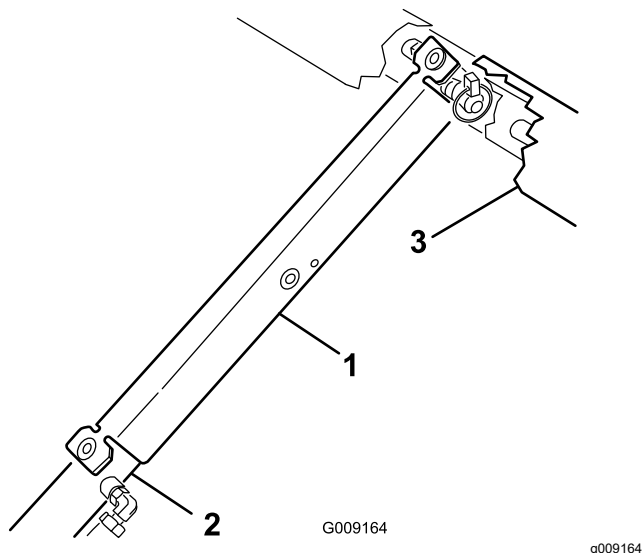

Figura 2
3. Introduza o suporte da plataforma na haste do cilindro, assegurando que as linguetas encostam à extremidade do cilindro e à extremidade da haste do cilindro (Figura 2).